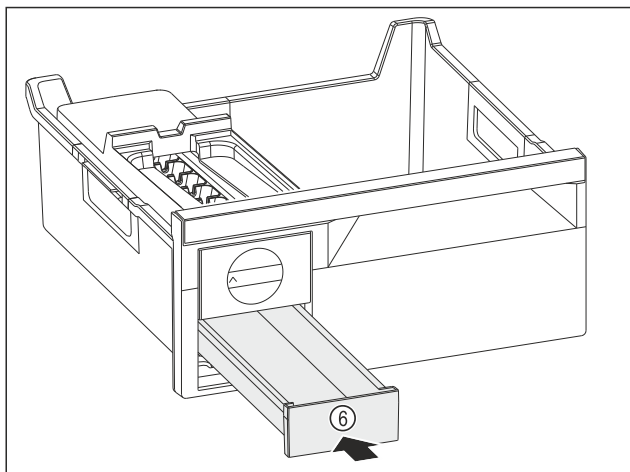

Fig. 136
- Insérer le compartiment à glaçons Fig. 136 (6).